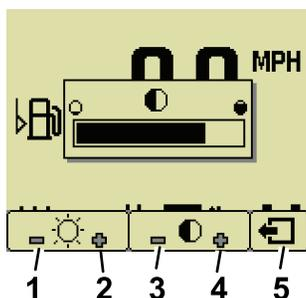

Рисунок 20
2. Нажимайте значки «плюс» и «минус» для изменения яркости/контрастности во всплывающей полосе меню (Рисунок 20).